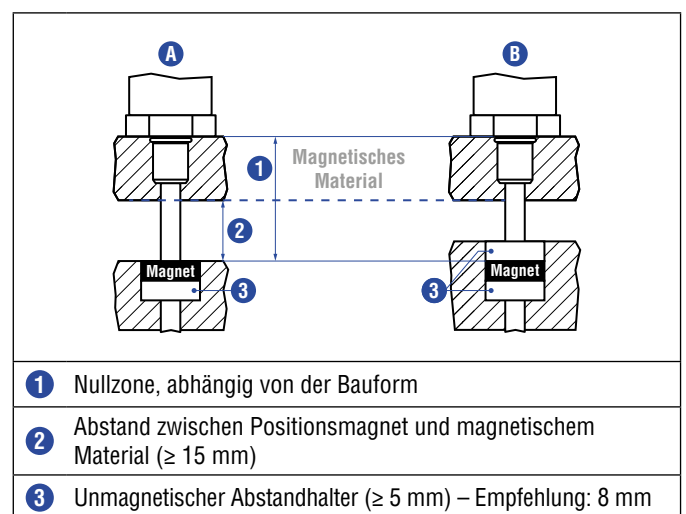

Abb. 32: Einbau mit magnetischem Material
- Der minimale Abstand zwischen Positionsmagnet und magnetischem Material beträgt 15 mm (Abb. 32)
- Beachten Sie die Maße in Abb. 32 bei der Nutzung von magnetischem Material
Bei der Verwendung von magnetischem Material die in Abb. 32 dargestellten Maße unbedingt beachten.